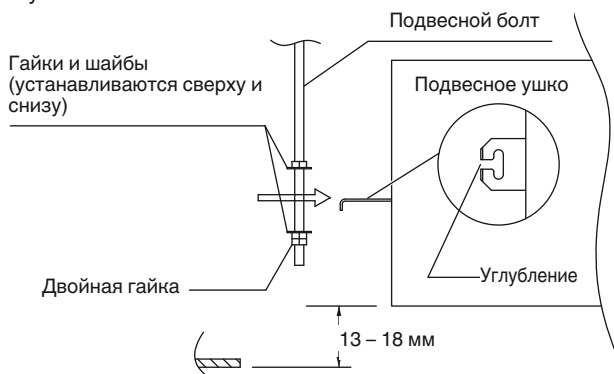

Рис. 3-5
- Закрутите 3 шестигранные гайки (снабжение на месте установки) и 2 шайбы на (поставляется) каждый из 4 подвесных болтов (Рис. 3-5). Используйте 1 гайку и 1 шайбу для верхней стороны и 2 гайки и 1 шайбу для нижней стороны, чтобы блок не соскочил с подвесных ушек.